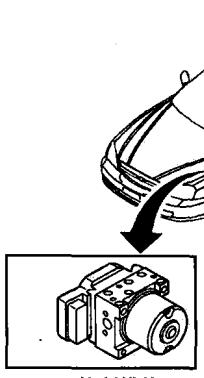
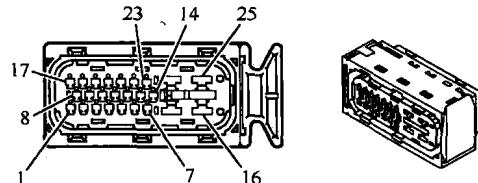

图 1-1-3 ABS 系统控制模块安装位置
图 1-1-4 ABS 系统控制模块针脚识别
1. ABS 系统控制模块安装位置及针脚识别 (图 1-1-3、图 1-1-4)